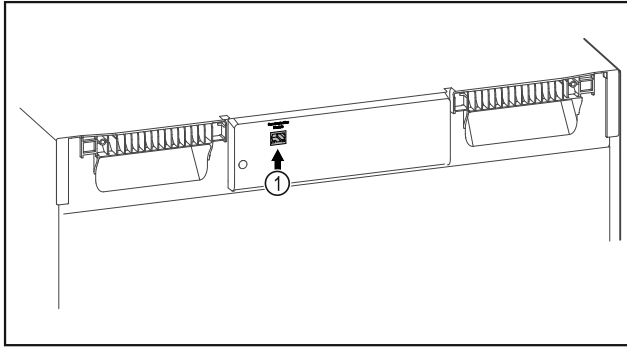

Fig. 73
- ☐ SmartModule Fig. 73 (1) er sat i.